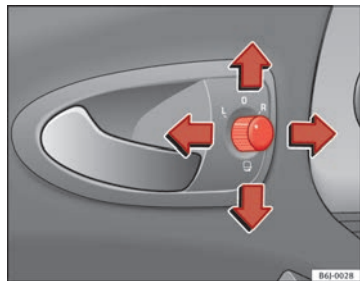

Fig. 70 Regolazione degli specchi retrovisori esterni
1. In primo luogo, ruotare la manopola ⇒ fig. 70 portandola nella posizione **L** (**specchietto esterno sinistro**).
- Per far ripiegare su se stessi gli specchietti esterni si deve ruotare la manopola ⇒ fig. 70 portandola nella posizione ☞. Si consiglia di richiudere sempre gli specchietti esterni quando si porta il veicolo all'autolavaggio, altrimenti potrebbero danneggiarsi.